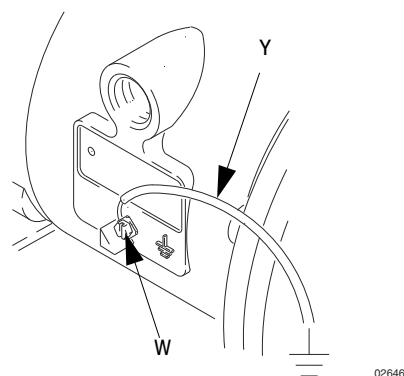

FIG. 1
- Bomba:** Conecte un cable y una abrazadera de conexión a tierra tal como se muestra en la Fig. 1. Afloje el tornillo de conexión a tierra (W). Inserte el extremo de un cable de conexión a tierra calibre 12 (1,5 mm²) como mínimo (Y) detrás del tornillo de conexión a tierra y apriete el tornillo firmemente. Conecte el extremo con abrazadera del cable de conexión a tierra a una tierra verdadera. Pida la Pieza Nro. 238909, cable y abrazadera de conexión a tierra.